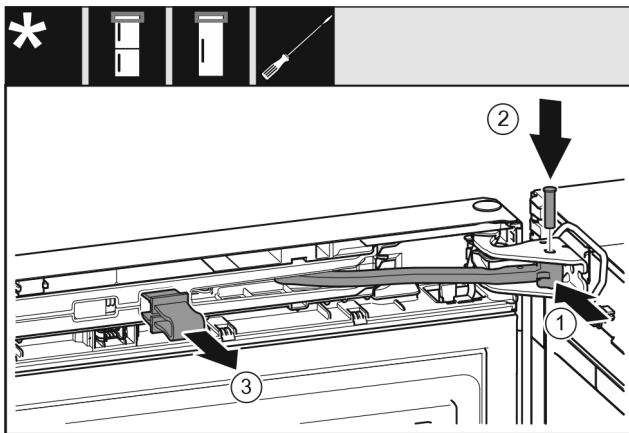

Fig. 70
- Gelenk Fig. 70 (1) in Lagerbock drehen.
- Bolzen Fig. 70 (2) in Lagerbock und Gelenk einsetzen. Dabei darauf achten, dass der Rastnocken korrekt in der Nut sitzt.
- Sicherung Fig. 70 (3) abnehmen.